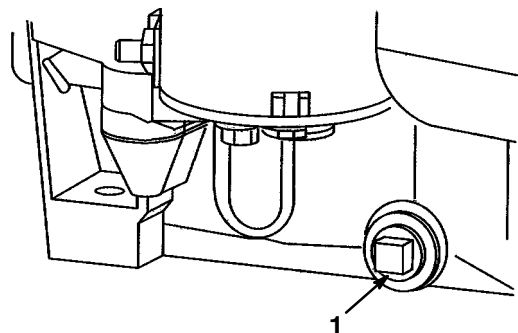

Figure 32
- Placer une bassine sous le goulot de remplissage et jauge, et enlever le bouchon de vidange (Fig. 32).